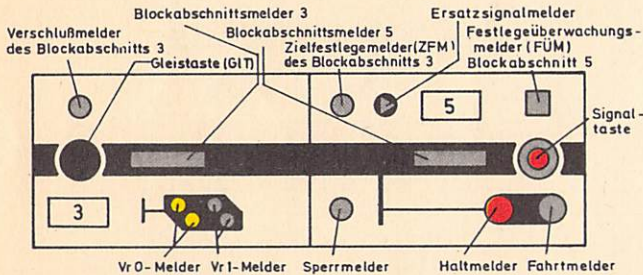

Bild 33
- (1) a) Der Zentralblock 600 ist eine Bauform des selbsttätigen Streckenblocks. Die Relaisanlagen sind zentral in dem Stellwerk untergebracht, von dem aus die Zentralblocksignale ferngestellt werden. In der Regel sind die Zentralblocksignale beider Fahrrichtungen einem Stellwerk zugeordnet (Zentralblockbereich). Die Zentralblocksignale zeigen in der Grundstellung Halt (vgl. Bild 33).